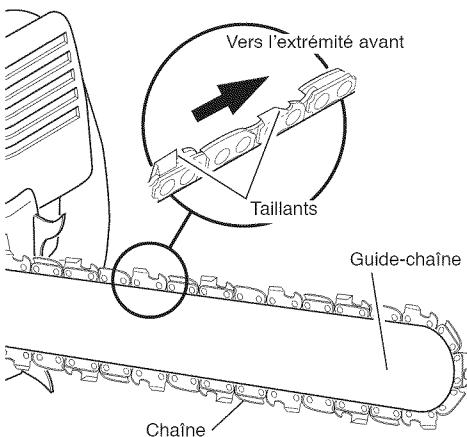

Figure 22 - Orientation appropriée de la chaîne
3. Faire passer la chaîne autour du pignon, dans la rainure supérieure du guide-chaîne, puis autour de l'extrémité de ce dernier (voir la Figure 22). **Note :** S'assurer que les taillants de la chaîne sont orientés dans la direction appropriée. Placer la chaîne de sorte que les taillants sur le dessus du guide-chaîne pointent en direction de l'extrémité avant du guide-chaîne (voir la Figure 22 ainsi que l'indicateur sur le couvercle latéral de la tronçonneuse).